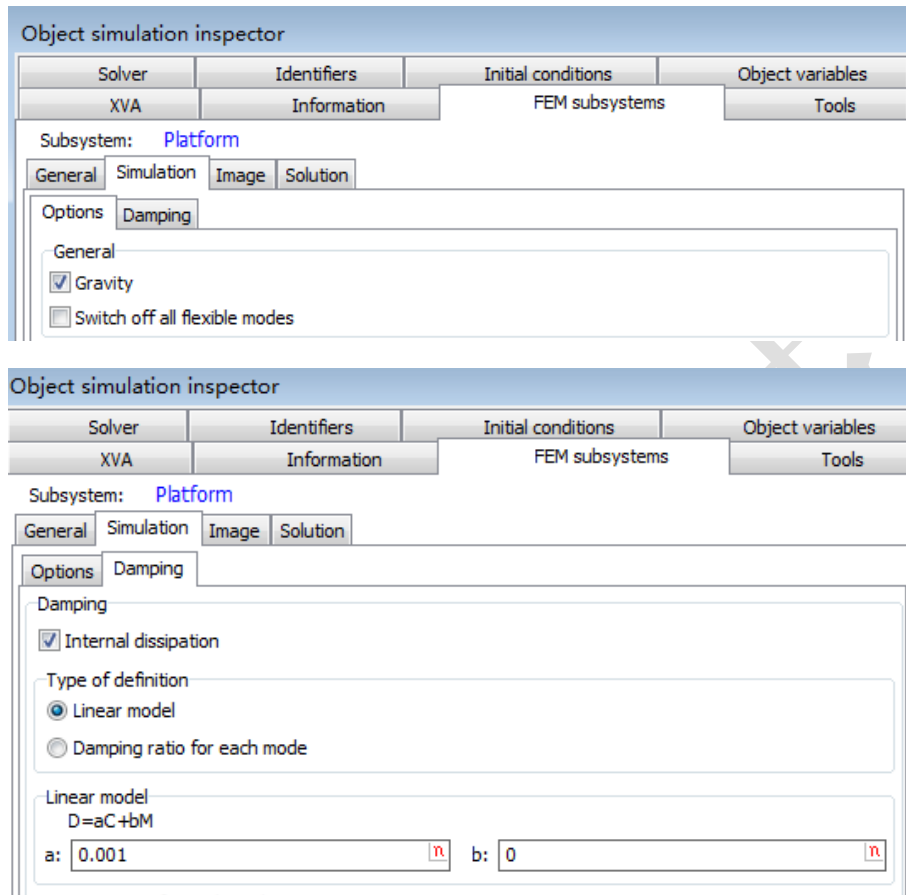

图 2.40
6. 在FEM subsystems | Simulation页面，保持Gravity选项为勾选状态，并设置阻尼相关的系数a为0.001，b为0，如图 2.40所示。
12. 在图 2.40所示界面勾选**Switch off all flexible modes**。